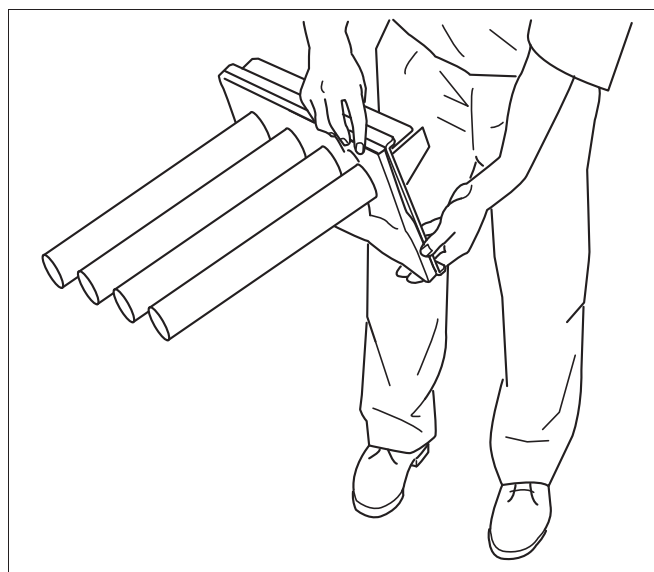

Рис. 42 Опрокидывание горелки
- Остатки воды удалите, опрокинув горелку (рис. 42).